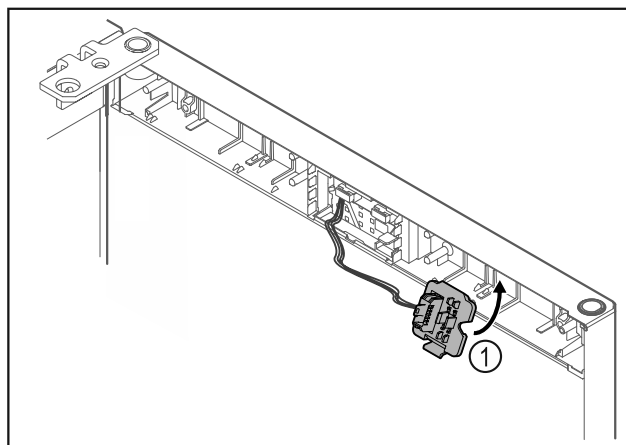

Fig. 18
- ▶ Fixați în poziție suportul fișei Fig. 18 (1) pe partea opusă.